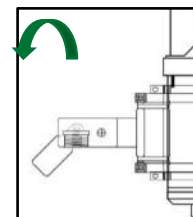

図7
1. サスペンションマウントのハンドルを使って、スタンドマウントアームを締めます (図7)。